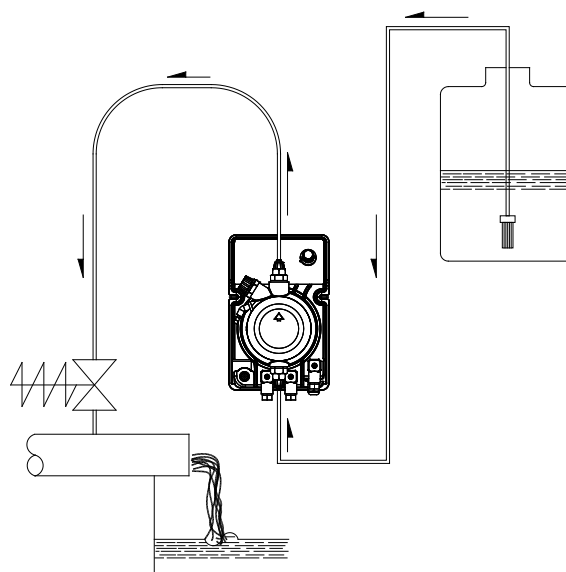

Fig. 6
C) Ubicare la pompa come in figura 5 tenendo presente che essa può essere fissata sia sotto che sopra il livello del liquido da dosare entro il limite massimo di 2 metri. Il punto di iniezione deve essere collocato sempre più in alto del liquido da iniettare. Se l'impianto da trattare lavora alla pressione atmosferica (additivazione a scarico libero) ed il serbatoio dell'additivo deve essere assolutamente posizionato più in alto del punto di iniezione (Fig. 6), controllare periodicamente la funzionalità della valvola di iniezione, in quanto la sua eccessiva usura potrebbe portare all'immissione dell'additivo nell'impianto per caduta (anche ad apparecchiatura ferma). Se il problema dovesse permanere, inserire una **valvola di contropressione C** opportunamente tarata tra la pompa dosatrice ed il punto di iniezione (Fig. 6). Per liquidi che emanano esalazioni aggressive, non installare la pompa sopra al serbatoio a meno che tale serbatoio risulti chiuso ermeticamente.